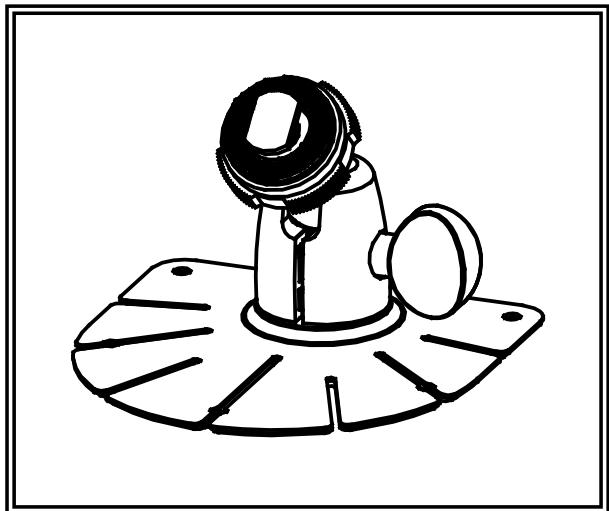

Figura 7
1. Elija la posición adecuada en el vehículo y fije el soporte de la base. (Figura 7)